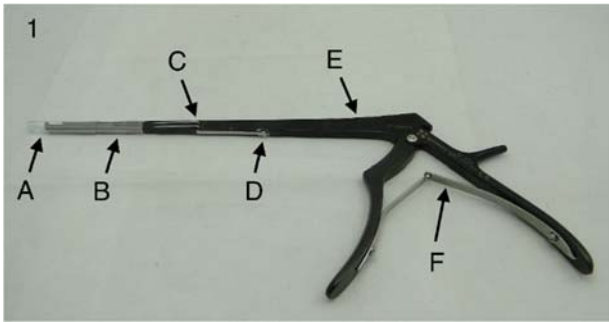

Abbildung 1
2. Durch Drücken und Loslassen der Spitzenfreigabehebel und des Sicherheits-Feststellhebels (siehe Abbildung 1) überprüfen, ob sie richtig funktionieren. Wenn sich Hebel nicht drücken lassen (Hinweis: Der untere Spitzenfreigabehebel lässt sich nur drücken, wenn der Sicherheits-Feststellhebel gedrückt wird) oder nach dem Loslassen nicht wieder zurückspringen, den Griff an den Kundendienst senden.